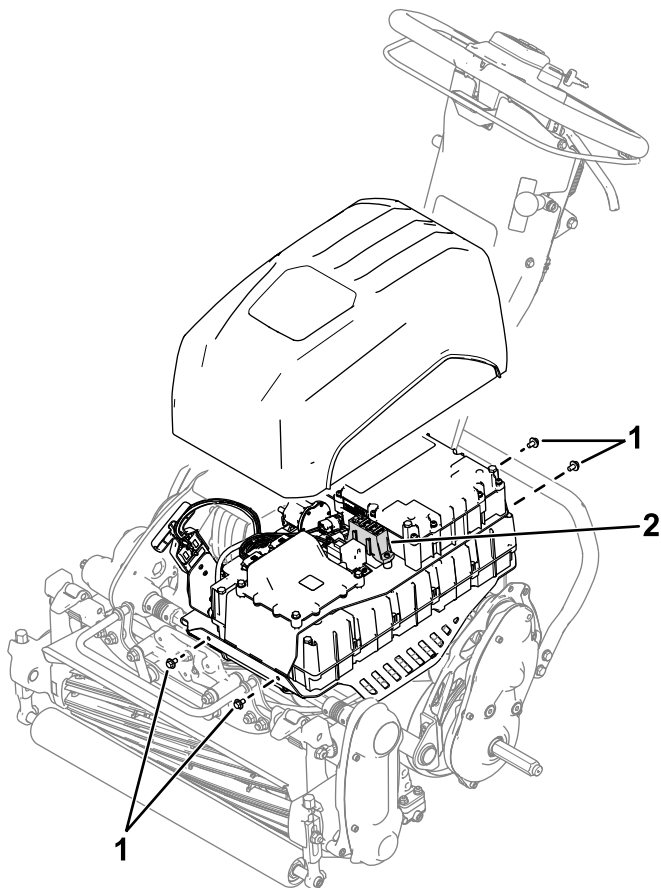

Figura 23
2. Retire los 4 tornillos (Figura 23) que sujetan la cubierta de la batería y retire la cubierta.